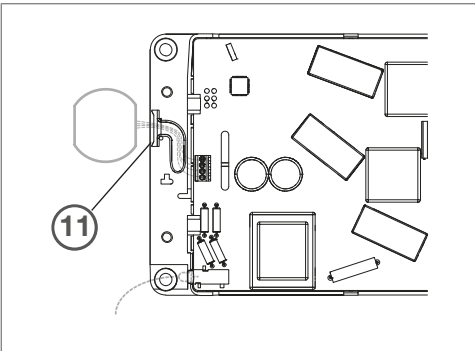

Bild 7: Potenzialfreien Ausgang anschließen
- ❶ Ausbrechöffnung (11) am Gehäuseunterteil entfernen (Bild 7).
- ❷ Potenzialfreien Ausgang anschließen. Auf Polarität der Anschlüsse achten!
- ❸ Leitung in Leitungsführungsschlitz klemmen.